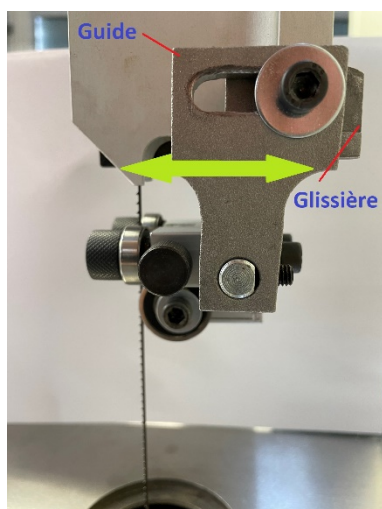

Figure 20
- Après avoir desserré la vis supérieure, faites coulisser le guide vers l'avant jusqu'à ce que le roulement effleure le guide. (Fig 20)